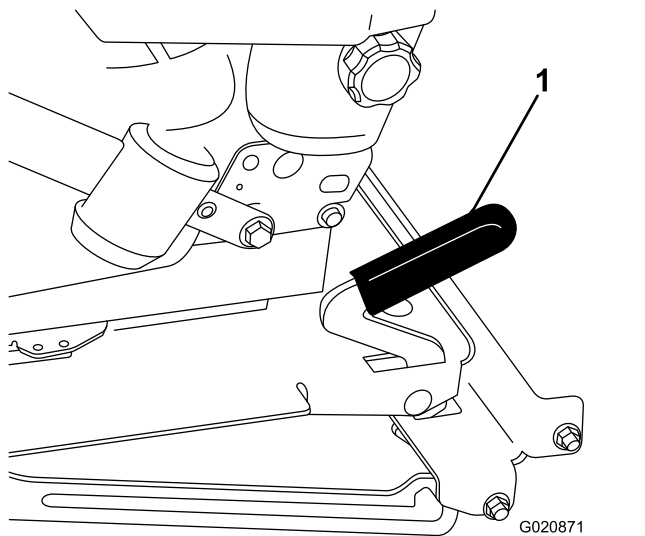

図 33
2. ラッチを前方に引いて持ち上げるとラッチが外れる 図 33。